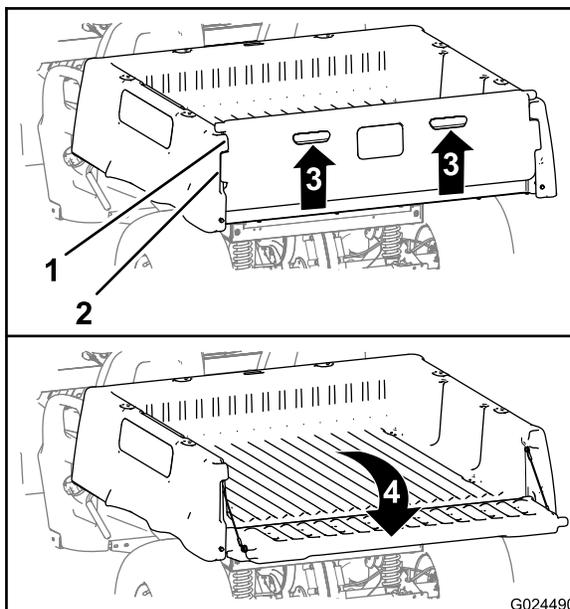

Рисунок 14
2. Поднимите захваты на задней панели откидного борта (Рисунок 14).
3. Совместите фиксирующие фланцы заднего откидного борта с отверстиями, расположенными между фланцами грузового кузова, предназначенными для откидного борта (Рисунок 14).
4. Поверните откидной борт назад и вниз (Рисунок 14).
6. Переместите откидной борт вверх и вперед так, чтобы фиксирующие фланцы откидного борта были заподлицо с его гнездом в грузовом кузове (Рисунок 14).
7. Опустите откидной борт до его посадки в задней части грузового кузова (Рисунок 14).